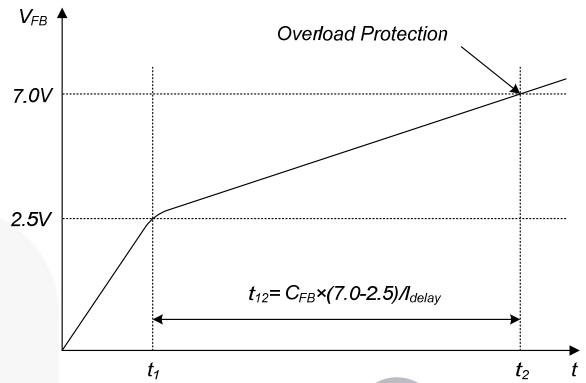

图 21. 过载保护
4.1 过载保护 过载保护 (OLP) 定义为负载电流因意外异常事件而超过正常值。在这种情况下，应当触发保护电路，从而保护 SMPS。然而，即使 SMPS 在正常运行中，也可能在负载过渡过载中触发过载保护电路。为了避免出现这种不必要的工作状况，特定时间后触发过载保护电路。确定这是瞬态情况还是真正的过载情况。由于逐脉冲限流能力，通过 SenseFET 的最大峰值电流受限，因此，通过特定的输入电压限制最大输入功率。如果输出消耗的功率超过最大功率，输出电压 (V_{OUT}) 降低至设定电压以下。这会减小通过光电耦合器 LED 的电流，同时减小光电耦合器晶体管电流，进而增大反馈电压 (V_{FB})。如果 V_{FB} 超过 2.5V，D1 受阻，并且 2.0 μ A 的电流源开始缓慢向 C_{FB} 充电。在这种情况下， V_{FB} 持续增大直至达到 7.0V，此时开关操作终止，如图 21 所示。关断延时是指通过 2.0 μ A 的电流将 C_{FB} 从 2.5V 充电至 7.0V 所需的时间。对于多数应用而言，延时时间为 25 ~ 50 ms。该保护功能在自动重启模式下实现。